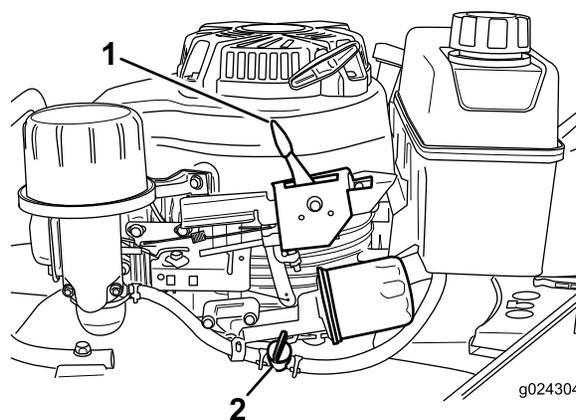

Figura 16
2. Abra a válvula de combustível deslocando a alavanca da válvula de combustível para a direita (Figura 16).
Nota: Feche a válvula deslocando a alavanca da válvula de combustível (Figura 16) para a esquerda se não for ligar o motor logo em seguida.